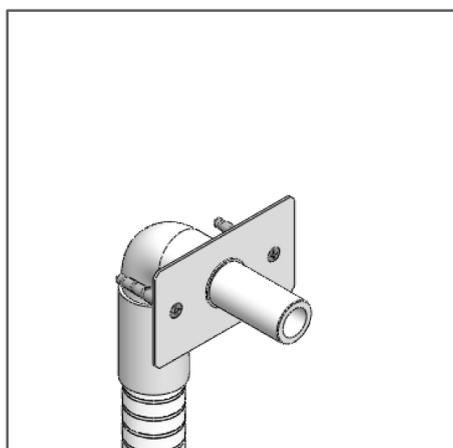

FIG. 1
4. Instale a base da torneira na cavidade da parede e fixe-a com a ajuda dos parafusos e buchas fornecidas. (ver FIG. 1)
4. Mount the faucet base to the opening cut in the wall, and set it using the screws and the small anchors provided. (See FIG. 1)